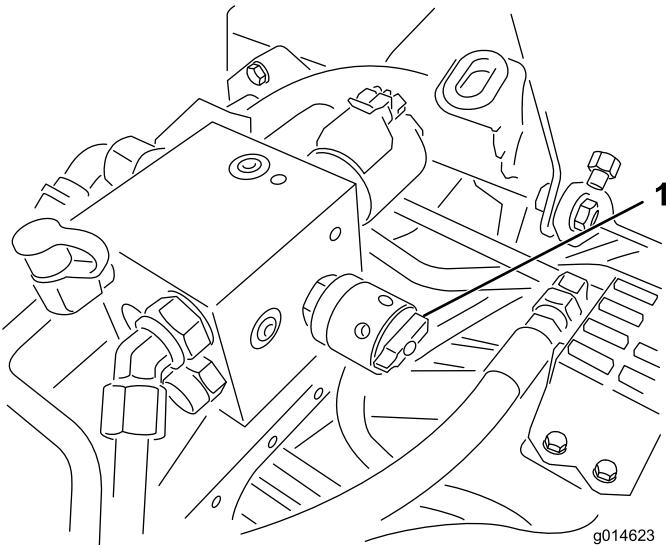

Bild 55
**Wichtig:** Wenn der Läpphebel nicht in die Vorwärtsstellung (F) zurückgestellt wird, können die Mähwerke weder richtig angehoben noch eingesetzt werden.
6. Drehen Sie den Spindeldrehzahlregler auf 1 (Bild 55).